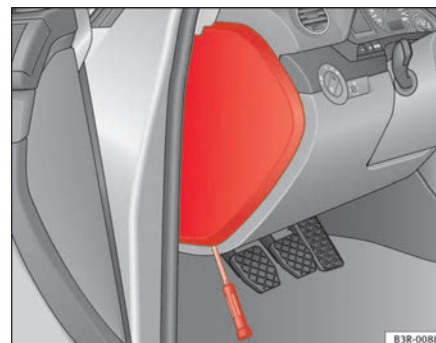

Fig. 196 Lato sinistro della plancia portastrumenti: apertura della copertura della scatola dei fusibili
- Rimuovere la copertura usando un cacciavite ⇒ pag. 267, fig. 196.